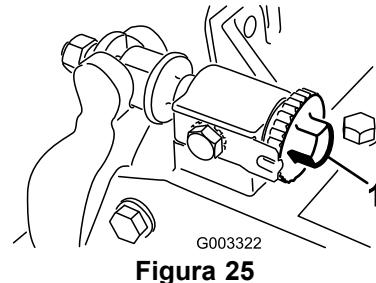

Figura 25
1. Reduzca el contacto entre el molinete y la contracuchilla girando los pomos de ajuste de la contracuchilla (Figura 25) en sentido antihorario hasta que no exista contacto alguno.